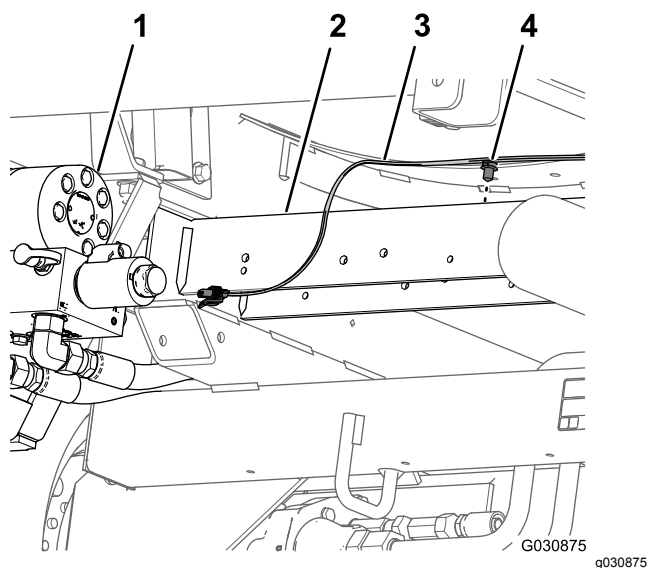

**Figura 58**
5. Na traseira da máquina (suporte interior da bomba de pulverização), desligue o conector de 2 tomadas da cablagem traseira principal do conector de 2 pinos do relé para a bomba (**Figura 58**).